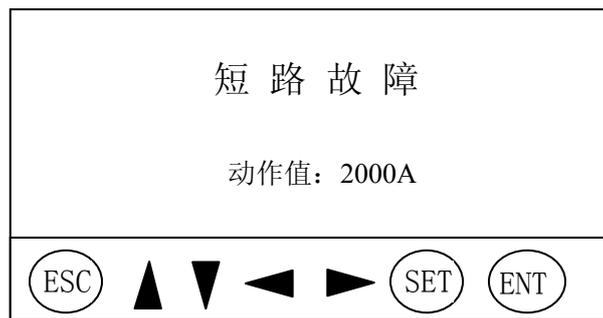

图 7 短路故障图
(2) 加密后，如需重新修改参数则需输入密码。按“ENT”键选择“1 取消锁定密码”，输入原密码后按“ENT”键，再按“ESC”退回界面，重复(2)操作，即可修改密码。
(3) 加密后，按“◀”键，仍能查看设定参数，但无法更改数据。
(4) 人机屏具有丰富的画面显示功能，本保护装置使每种故障均对应一指示画面，画面能够显示故障类型和动作参数。例：短路故障指示画面如图 7 所示。